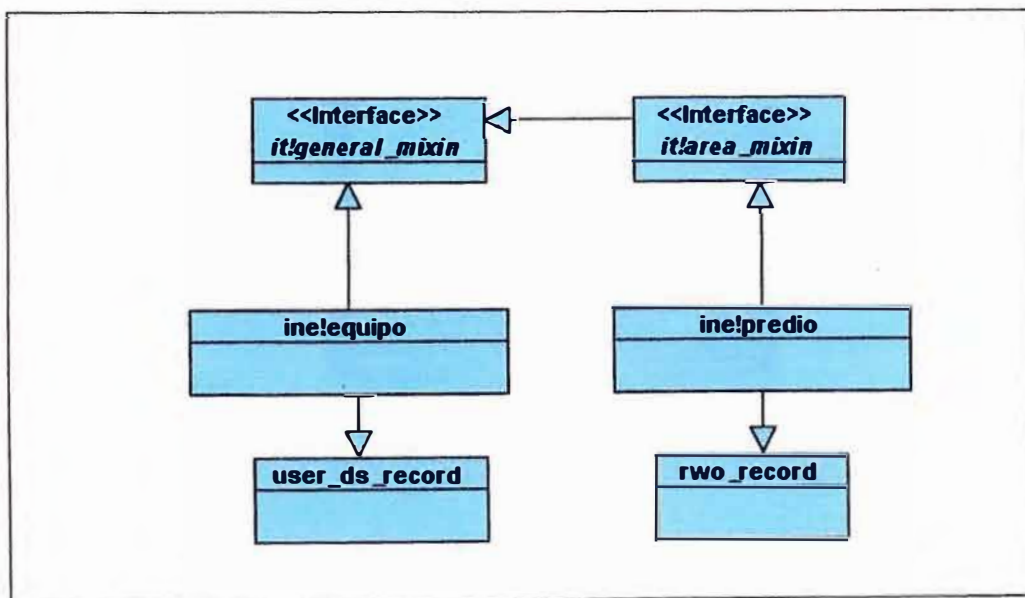

Figura 5.10 Clases de las Instalaciones No Eléctricas
- Clases de las Instalaciones No Eléctricas (figura 5.10)